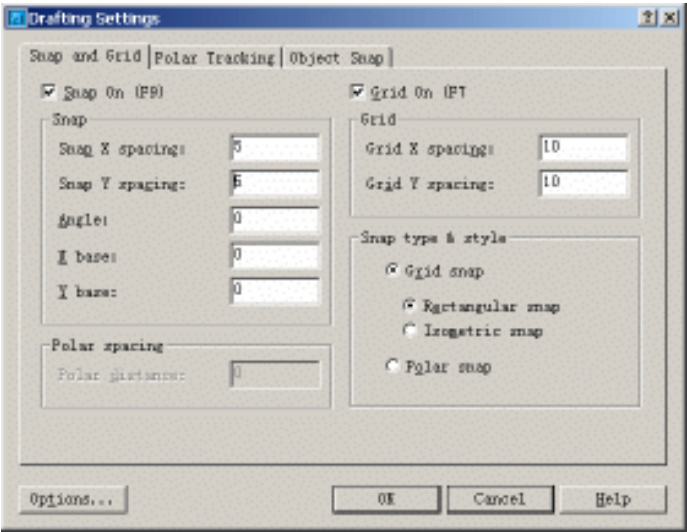

图 16.2 Drafting Settings (草图设置) 对话框
(1) 选择【Tools】|【Drafting Settings】命令，打开 Drafting Settings（草图设置）对话框，按如图 16.2 所示的进行参数设置。
(2) 用 CIRCLE 命令绘制圆